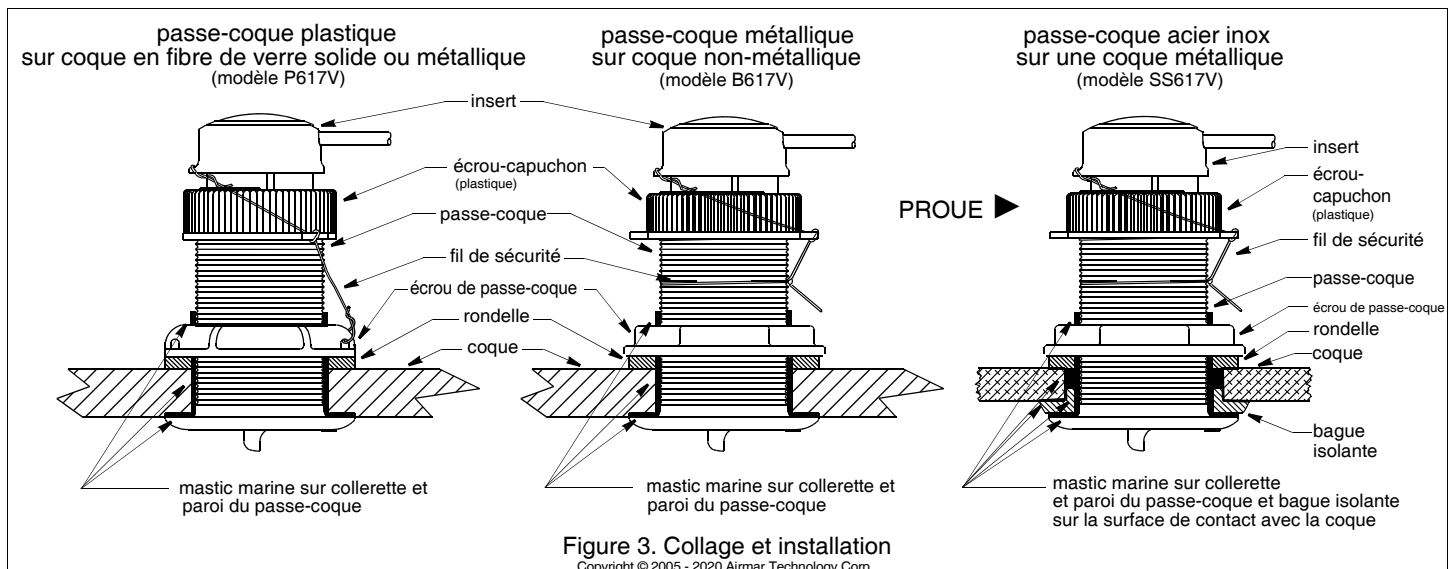

Figure 3. Collage et installation
Appliquez une couche de mastic d'étanchéité marine de 2 mm (1/16") d'épaisseur sur tout le pourtour de la collerette du passe-coque devant être en contact avec la coque et sur la paroi verticale du passe-coque (Figure 3). *Le mastic doit couvrir une hauteur de 6 mm (1/4") au-dessus de l'épaisseur cumulée de la coque, de la (des) rondelle(s) et de l'écrou du passe-coque.* Cette précaution garantit la présence de mastic sur le filetage au travers de la coque et le maintien en place de l'écrou de passe-coque.
1. Depuis l'extérieur de la coque, insérez le passe-coque dans le trou d'installation avec un mouvement rotatif de sorte à expulser l'excès de mastic d'étanchéité (Figure 3).
6. Pour une parfaite étanchéité, l'insert doit être totalement inséré dans le passe-coque et l'écrou-capuchon complètement vissé (Figure 3). **Insérez la sonde dans le passe-coque en orientant vers la proue la flèche gravée sur le dessus.**
2. Extrayez l'insert du passe-coque en enlevant le fil de sécurité et l'écrou-capuchon (Figure 3). Cette opération libère l'insert. Saisissez la bague d'extraction et enlevez l'insert en tirant lentement. Insérez l'obturateur dans le passe-coque.